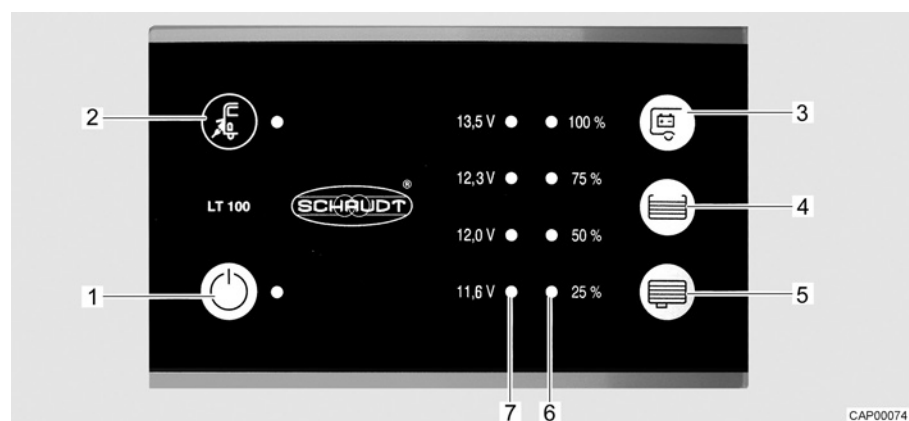

Fig. 72 Pannello di controllo (LT 100)
Il LED giallo accanto al simbolo del collegamento a rete  (Fig. 72,2) si accende, quando il veicolo è collegato a un'alimentazione di rete esterna. Il LED si accende anche se il pannello di controllo è spento.
L'interruttore principale a 12 V (Fig. 72,1) inserisce o disinserisce il pannello di controllo e l'alimentazione a 12 V dell'abitacolo.
- Premere l'interruttore "⏻" (Fig. 72,1): L'alimentazione a 12 V dell'abitacolo è inserita. Il LED diventa verde.
- Premere di nuovo l'interruttore "⏻" (Fig. 72,1): L'alimentazione a 12 V dell'abitacolo è disinserita. Il LED si spegne.
La scala LED (Fig. 72,7) indica la tensione della batteria dell'abitacolo nel modo seguente:
- Premere il tasto "🔋" (Fig. 72,3): Viene indicata la tensione della batteria dell'abitacolo.
La scala LED (Fig. 72,6) indica il livello del serbatoio dell'acqua potabile o del serbatoio delle acque grigie.
- Premere il tasto "☰" (Fig. 72,4): Il livello di riempimento del serbatoio dell'acqua potabile è indicato dai LED accesi.
- Premere il tasto "☷" (Fig. 72,5): Il livello di riempimento del serbatoio delle acque grigie è indicato dai LED accesi.